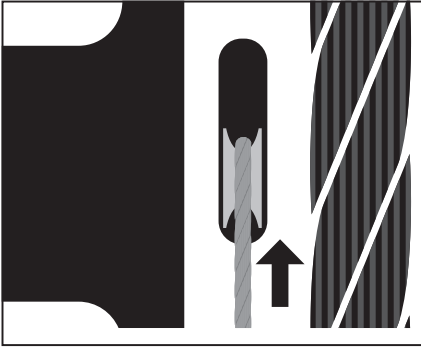

Fig. 10
4. Voer staalkabel naar boven (Fig. 10).